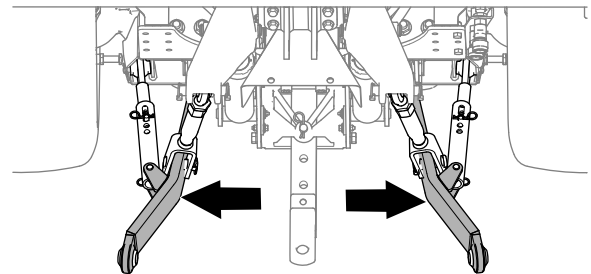

Bild 26
4. Schwenken Sie die Stützarme (Bild 26) ganz nach außen, siehe Betriebsanleitung der Zugmaschine.